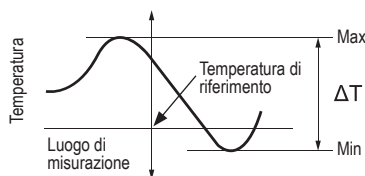

Fig. 2
- Il display mostra la temperatura attuale e la differenza di temperatura ΔT tra la lettura della temperatura più alta e quella più bassa (fig. 2).